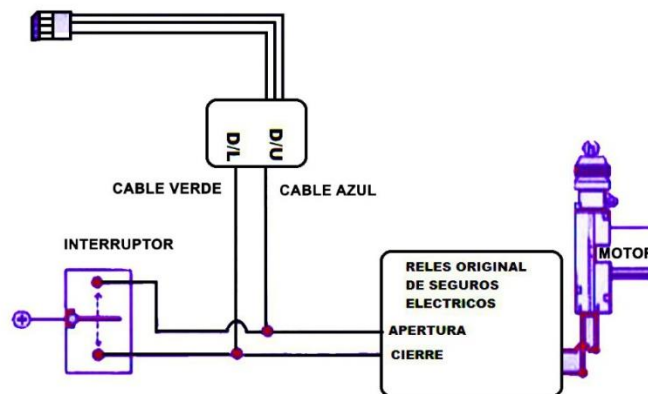

Figura 21: Conexión de seguros eléctricos inversión de polaridad.
- El punto de conexión es entre el interruptor y los relés del vehículo (Figura 21).